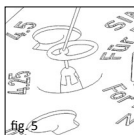

fig. 5
■ **Fig. 5** Hvis anatomiske forhold ved stapes kræver, at klokken på partialprotesen udvides, så kan dette nemt opnås ved hjælp af konussen. Til dette formål trykkes den påsatte Bell-protese forsigtigt imod konussen med en nål eller et andet mikrokirurgisk instrument. Under mikroskopisk observation kan klokken udvides tilsvarende.